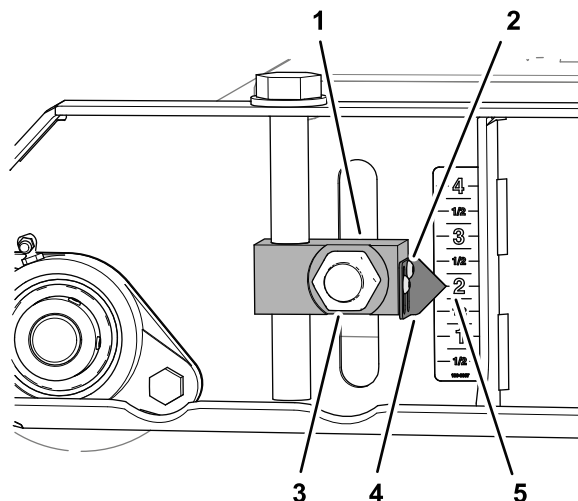

図 82
3. 刈高アジャスタブロックにポイントが固定しているソケットヘッドねじ2本をゆるめて、ポイントがデカルの2"のマークに合わせて、ねじを元通りに締め付ける 図 82。
7. 前後のローラの刈高アジャスタブロック4個固定しているナット4個 図 82 と 図 84 を、 $322\ 396\ \text{N}\cdot\text{m}$